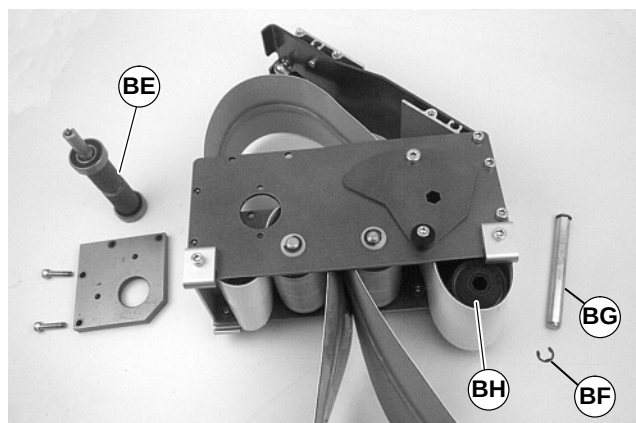

Abbildung 28
2. Die Antriebsrolle ausbauen (BE siehe Abbildung 28).
- Bei 44 mm, 70 mm oder 95 mm breitem Fördergurt, den Sprengring (BF siehe Abbildung 28) entfernen. Umlenkswelle (BG) und Umlenkspindel (BH) entfernen.